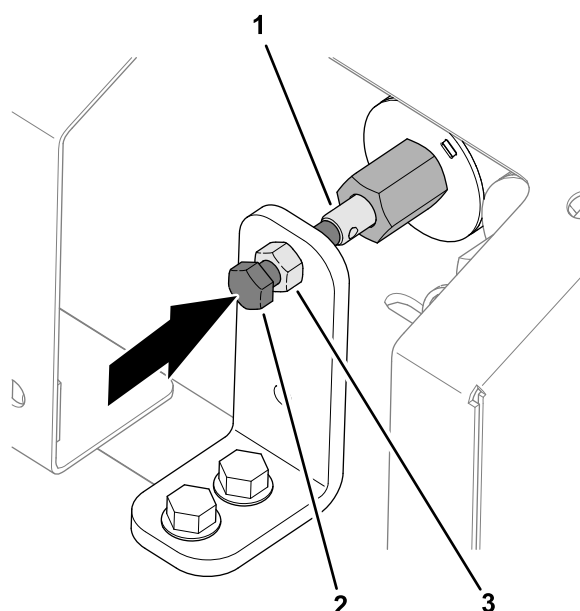

Рисунок 31
2. Поверните винт с шестигранной головкой, предназначенный для ручного управления клапаном, по часовой стрелке для увеличения скорости движения транспортера (Рисунок 31).
1. Ослабьте контргайку на кронштейне перехода на ручное управление (Рисунок 31).